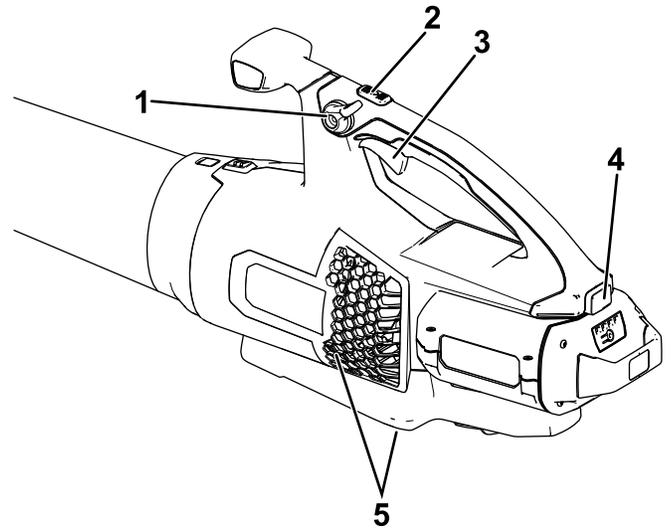

Figura 4
4. Para arrancar el soplador, apriete el gatillo de velocidad variable (Figura 4).
Nota: Active el bloqueo de velocidad para mantener la máquina encendida sin tener que apretar el gatillo de velocidad variable (Figura 4).
Para obtener el máximo rendimiento (velocidad de aire), presione a fondo el gatillo de velocidad variable, luego mantenga pulsado el botón de potencia turbo durante el tiempo deseado (Figura 4).
Para ajustar la velocidad del aire mientras sopla, utilice el gatillo de velocidad variable (Figura 4).
Para mantener la velocidad actual del aire, active el bloqueo de velocidad (Figura 4).
Para apagar el soplador, desactive el bloqueo de velocidad (si lo está usando) y suelte el gatillo de velocidad variable (Figura 4).